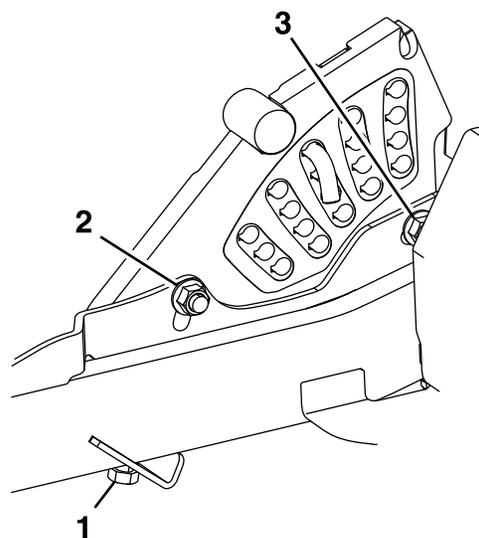

**Figure 84**
- Ajustez précisément le serrage de l'écrou de réglage sur l'ensemble de levage du plateau avant (Figure 84).